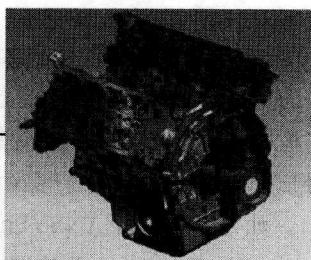

图 1-1
- ◆ 与设计集成的仿真。UG NX 6.0 在建模会话中提供了仿真向导，通过简单的拖放操作即可启动，这个向导为非专家用户提供了流程指南，使初学者可以快速得到针对结构和振动性能的反馈信息。其仿真效果如图 1-1 所示。